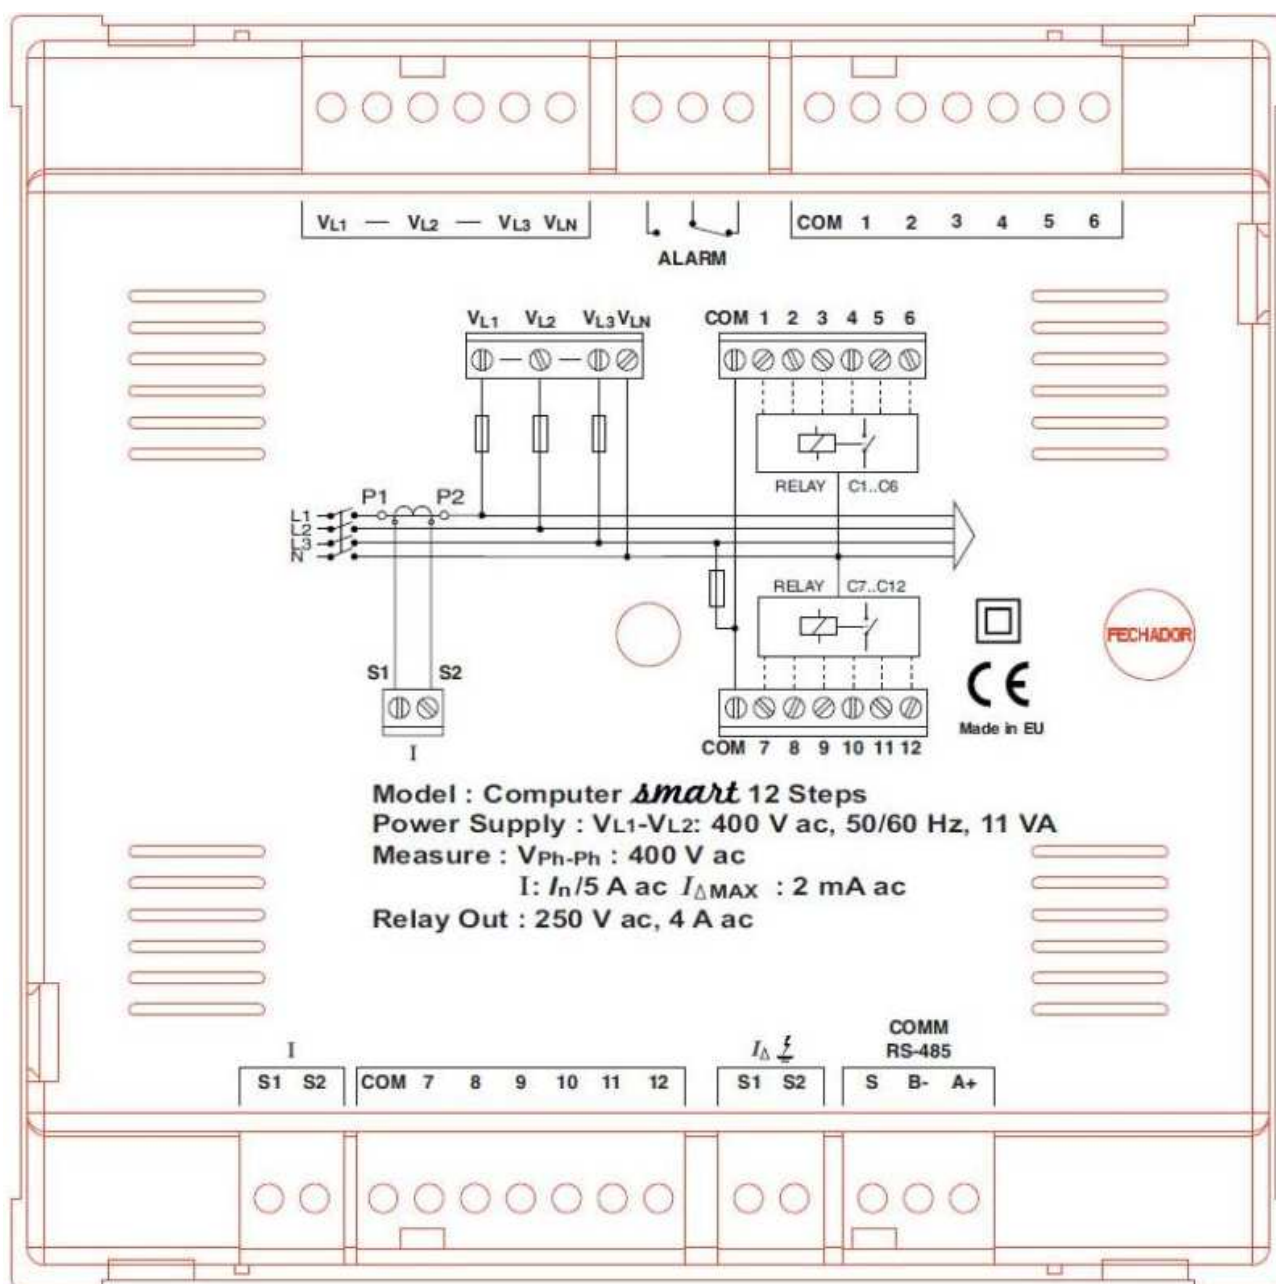

Fig. 1.1.- Etiqueta posterior del aparato
- El tipo suministrado concuerda con el tipo solicitado. (Ver etiqueta posterior, fig. 1.1)
Las características principales del aparato vienen marcadas en la etiqueta de la parte posterior del mismo (ver fig. 1.1), así como en la guía rápida adjunta. Se resumen en la siguiente tabla: